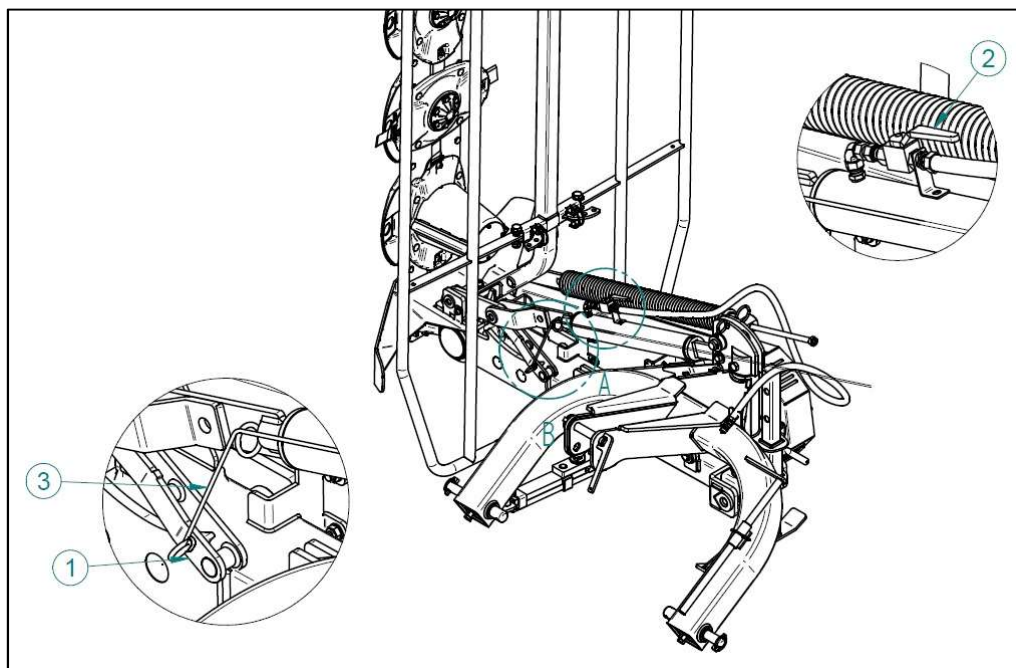

Рис. 11 Установка в рабочее положение
После транспортировки и установки трактора для проведения косьбы необходимо открыть клапан (2) на цилиндре, разблокировать кронштейн (1), потянув за трос (3) Рис. 11.